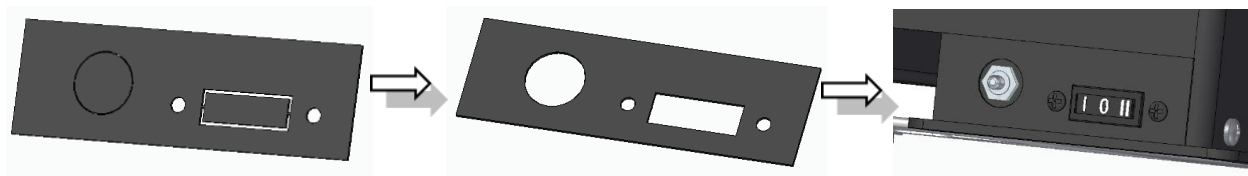

Figura 49 – Fijación del microinterruptor y botón On-Off
c. Finalmente, debe colocar el micro-interruptor y el botón On-Off en el lugar adecuado, como se muestra en la Figura 49, primero debe romper las micro-uniones de la placa que se encuentra en el equipo, en la esquina inferior derecha para fijar los componentes.